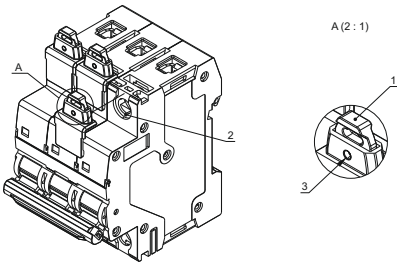

Рисунок 5 – Монтаж заглушки / Figure 5 – Installation of the blanking plug
Монтаж заглушки показан на рисунке 5. Необходимо вытянуть фиксатор (рисунок 5, поз. 1) и установить заглушку в отверстие (рисунок 5, поз. 2), надавив на нее, но не прилагая чрезмерных усилий, установить фиксатор в исходное положение и проверить надежность крепления заглушки к выключателю. При необходимости установить пломбу, продев проволоку через отверстие (рисунок 5, поз. 3), диаметром не более 1 мм, для предотвращения несанкционированного доступа. Для демонтажа заглушки необходимо вытянуть фиксатор (рисунок 5, поз. 1) и потянуть на себя.
Installation of the blanking plug is shown in figure 5. It is necessary to pull out the lock (figure 5, item 1) and install the plug in the hole (figure 5, item 2), pushing on it, but without applying excessive force, set the lock in the initial position and check the reliability of fastening the plug to the circuit breaker. If necessary, install a seal by threading a wire through the hole (figure 5, item 3) with a diameter not exceeding 1 mm to prevent unauthorized access. To dismantle the blanking plug, it is necessary to pull out the lock (figure 5, item 1) and pull it towards yourself.